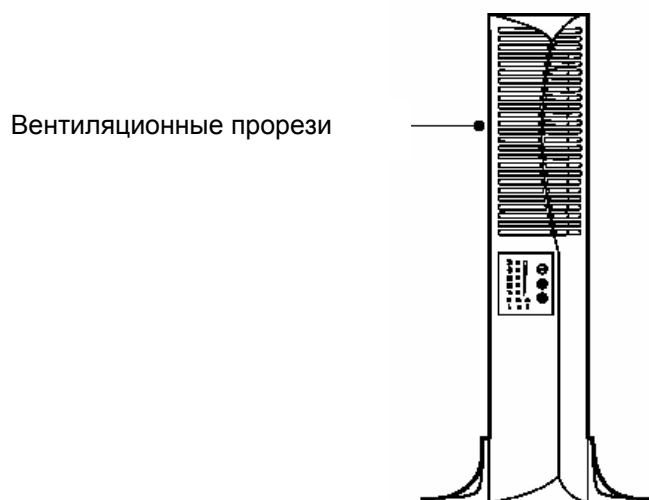

Рисунок 7. ИБП на подставках
3. Аккуратно поставьте ИБП вертикально на подставки (см. рис. 7). Обратитесь к следующему разделу "Подключение ИБП".